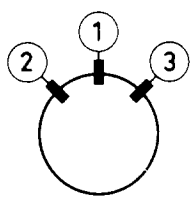

Fig. 4b
Se la posizione del giogo è corretta, posizionare i cunei (2) e (3) togliendo la striscia di carta, come indicato in Fig. 4b o 5b. Premere con decisione la parte adesiva di questi cunei contro il vetro del cinescopio